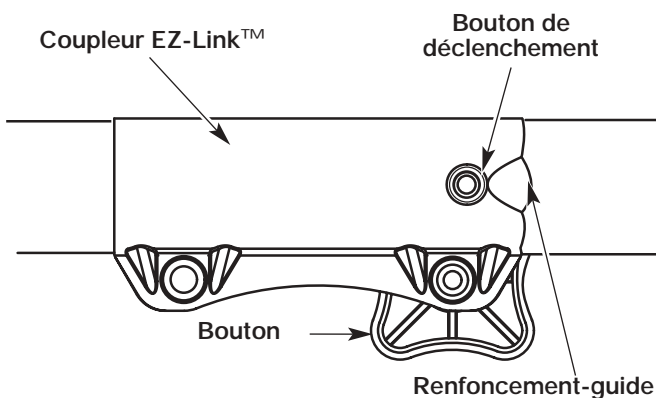

Fig. 11
1. Dévissez le bouton vers la gauche (Fig. 11).
2. Appuyez sur le bouton de déclenchement et maintenez-le enfoncé (Fig. 11).
1. Dévissez le bouton en tournant vers la gauche (Fig. 11).
NOTE : alignez le bouton de déclenchement avec le renforcement-guide pour faciliter l'installation (Fig. 11).
3. Serrez le bouton en le tournant à droite (Fig. 11).